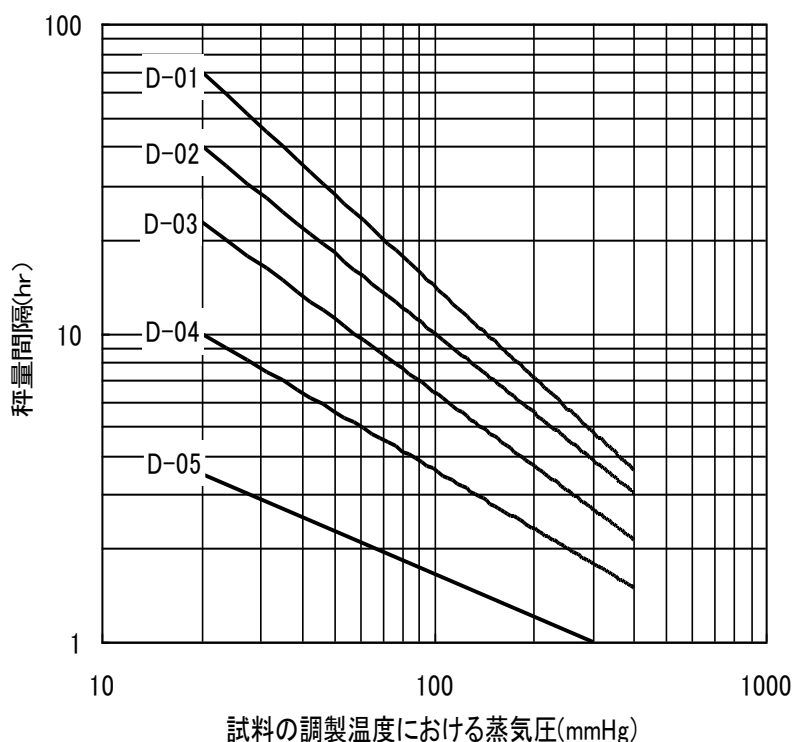

図3.4 試料の蒸気圧と秤量間隔の関係
- ⑥ 表 3 に示した時間を経過したら D-tube をホルダーから取り出して、秤量用スタンドを用いて重量を 0.1mg の単位まで測定し、測定値と測定時間を記録して下さい。
- ⑦ 秤量のすんだ D-tube をパーミエーターのホルダーに戻して、試料が 10mg 程度減量する時間を見計らって再度秤量して下さい。この秤量間隔は D-tube の種類、試料の蒸気圧によって大きく異なります。図 3.4 を参考にして秤量間隔を決定して下さい。
- ⑧ (5)式によって拡散速度を計算します。